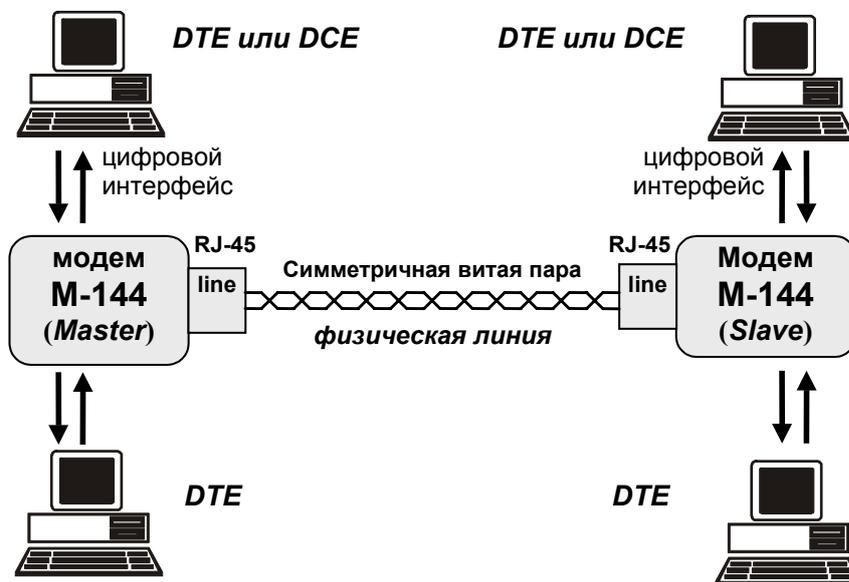

Рис. 13. Схема соединения модемов
Схема соединения модемов для организации дуплексного канала связи приведена на Рис. 13. Назначение контактов линейного разъема приведено в приложении (см. Приложение 1). В качестве линейного разъема применяется восьмиконтактная вилка **RJ-45**. В любом случае, для подключения к физической линии используются только два средних контакта. Полярность при подключении к проводам линии значения не имеет. Остальные контакты необходимо оставить незадействованными (за исключением случая использования специального грозозащитного заземления. Модемы с такой грозозащитой поставляются по специальному заказу).
1. Соединить модемы в соответствии со схемой, приведенной на Рис. 13 (стр.15).